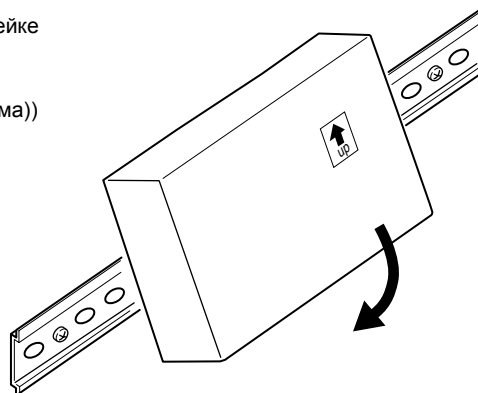
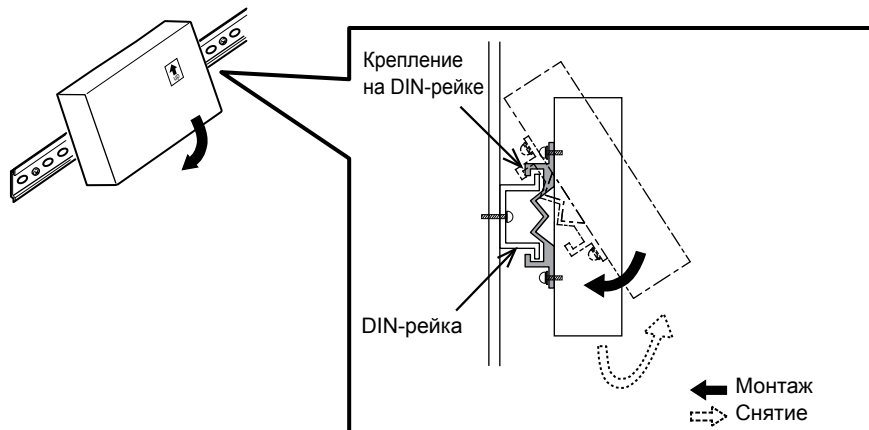

Рис. 7-5
Рис. 7-6
3. Надлежащим образом установите АНС ADAPTER на DIN-рейке в вертикальном положении. (Рис. 7-5 и Рис. 7-6)